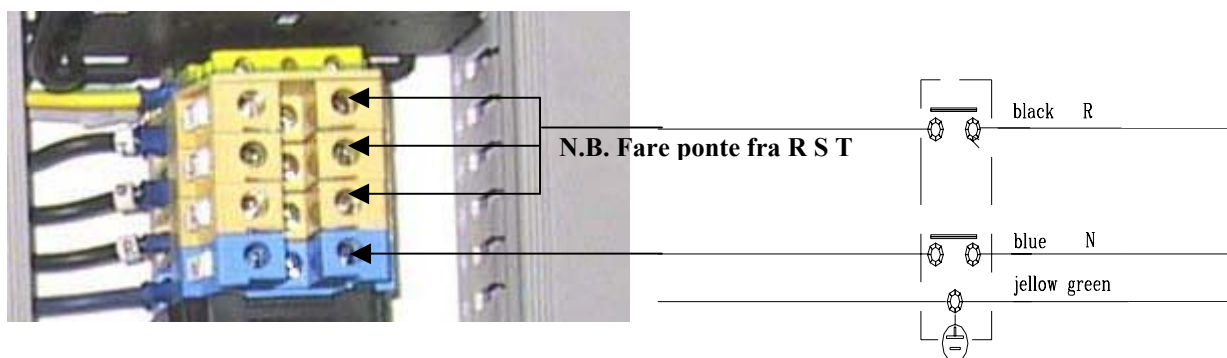

Figura 7.2
- Per collegamento a 380 V trifase vedere Figura 7.2